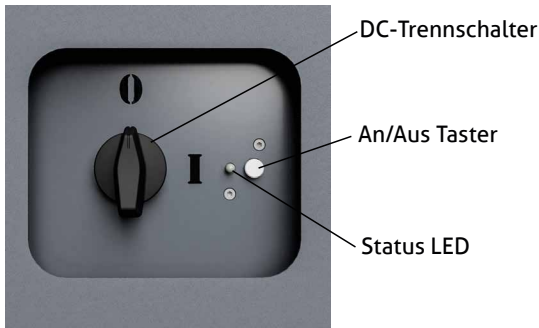

Abb. 37: DC-Trennschalter des MAX.STORAGE *Ultimate* ausgeschaltet
1. Schalten Sie den externen DC-Trennschalter in Position „0“ (siehe Abb. 37).